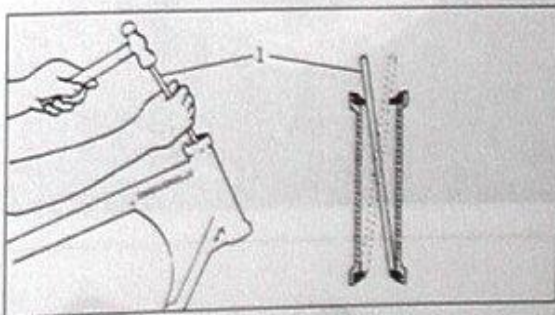

Bild 265
- Lagerschalen oben und unten im Lenkkopf mit entsprechend langem und kräftigem Dorn von oben bzw. unten mit Stahlhammerschlägen schrittweise über Kreuz austreiben (Bild 265). Lager nicht verkanten und so Lagersitz aufweiten!